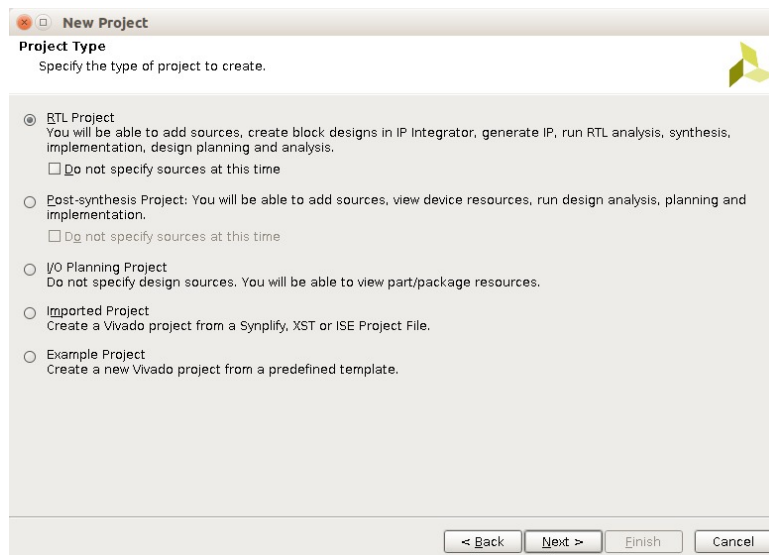

Figure 5: Copie écran - Création du projet, type de projet
5. une fenêtre de configuration du type de projet apparaît (figure 5). Laissez la sélection par défaut, soit RTL project et cliquez sur next.